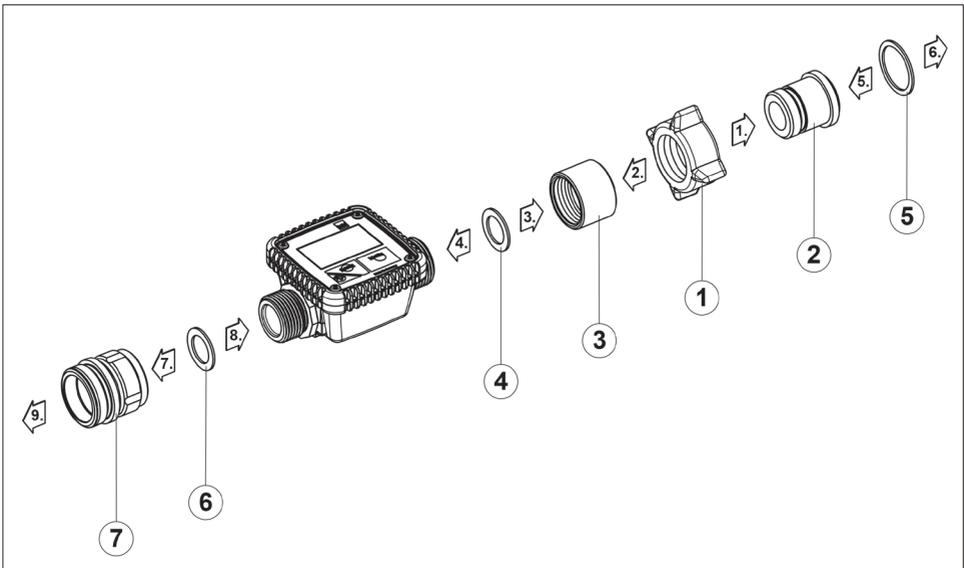

Bild 4
1. Flügelüberwurfmutter (1) über Gewindenippel (2) schieben (→ Bild 4)
2. Gewindenippel (2) in Gewindebuchse (3) schrauben
3. Flachdichtung (4) in Gewindebuchse (3) einlegen
4. Gewindebuchse (3) an Durchflusszähler schrauben
5. Flachdichtung (5) in die Flügelüberwurfmutter (1) einlegen
6. Durchflusszähler mit Flügelüberwurfmutter (1) an Zapfpistole anschrauben
7. Flachdichtung (6) in Anschlussmuffe (7) einlegen
8. Anschlussmuffe (7) an Durchflusszähler anschrauben